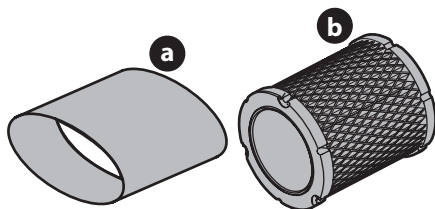

Figura 10
4. Quitar la espuma pre-filtro de aire (a) de todo el papel de filtro (b) (Figura 10). Sustituya el elemento de papel cuando sucio o dañado. Limpia el elemento de espuma o sustituya cuando dañado.